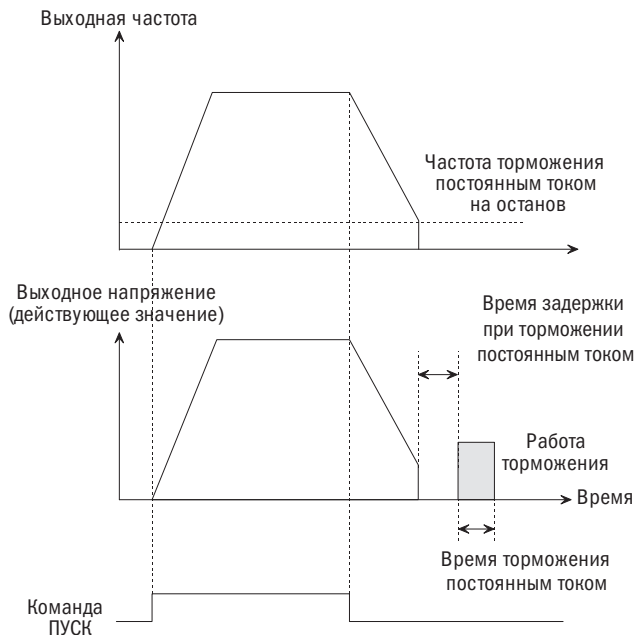

Рисунок 5.8 – Торможение постоянным током
- Если во время останова значение напряжения опустится до минимального, будет выдан только сигнал предупреждения Uu и в это время двигатель не может быть запущен. Смотрите рисунок 5.8.